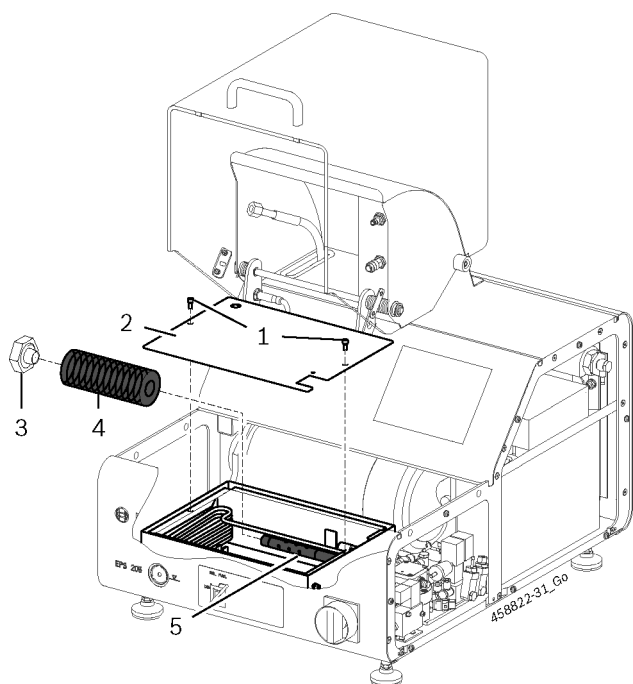

Рис. 43. Замена впускного фильтра
1. Выкрутите два болта крышки бака (рис. 43, поз. 1) и снимите крышку бака (рис. 43, поз. 2).
2. Открутите гайку (рис. 43, поз. 3) впускного фильтра (рис. 43, поз. 4).
3. Отсоедините впускной фильтр от впускной трубки (рис. 43, поз. 5).